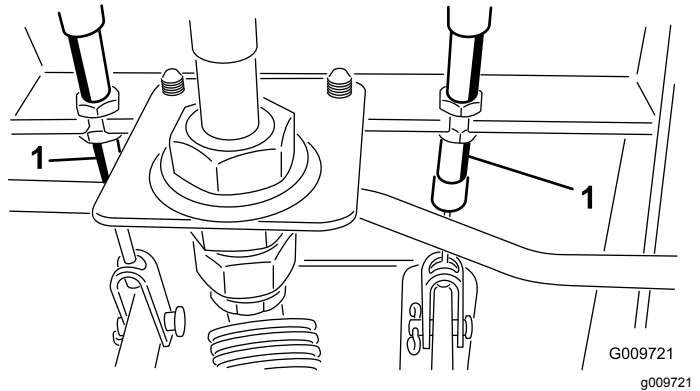

Bild 74
- A. Lockern Sie die vordere Mutter an der Gewindeseite des Bremszuges (Bild 74).